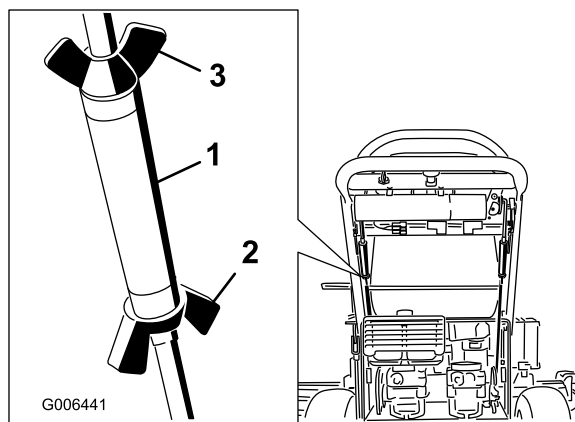

Figura 30
3. Allentate i dadi ad alette sull'asta di comando destra e ruotate il tornichetto verso l'interno o verso l'esterno per assicurarvi che la leva di controllo destra sia centrata in posizione di blocco in folle. Fissate il tornichetto in posizione con i dadi ad alette (Figura 30).
4. Allentate i dadi ad alette sull'asta di comando sinistra e ruotate il tornichetto verso l'interno o verso l'esterno per cambiare l'allineamento. Fissate il tornichetto in posizione con i dadi ad alette (Figura 30).